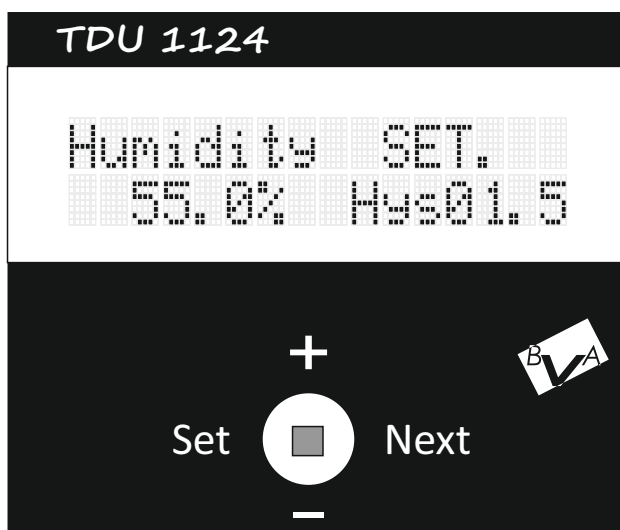
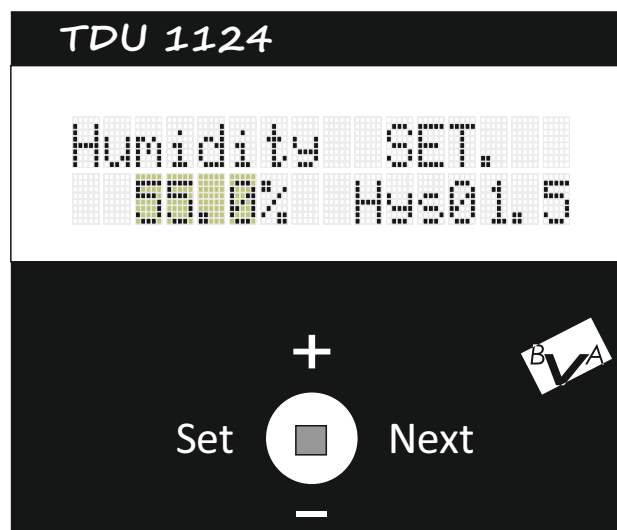
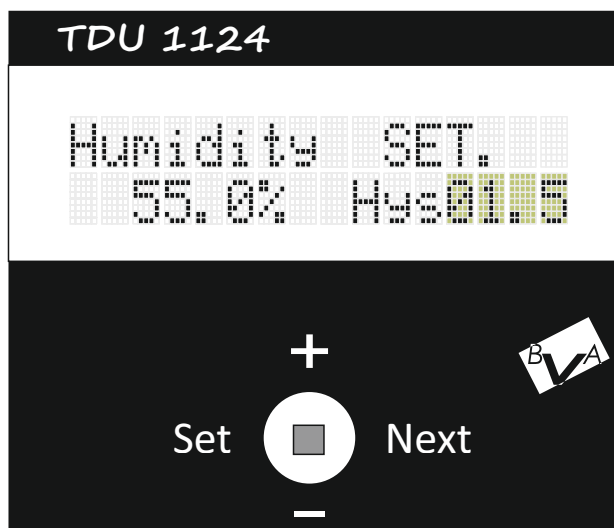

fig.8
fig.9
fig.10
2. Reglaj umiditate. Din ecranul de reglaj al umiditatii vezi fig.8, actionati tasta (SET), valoarea umiditatii va fi afisata intermitent vezi fig.9, cu tastele (+ si -) alegem valoarea dorita, cu tasta (NEXT) mergem mai departe la reglajul histeresisului vezi fig 10 unde cu tastele (+ si -) alegem valoarea dorita, iar cu tasta (SET) salvam datele introduse.